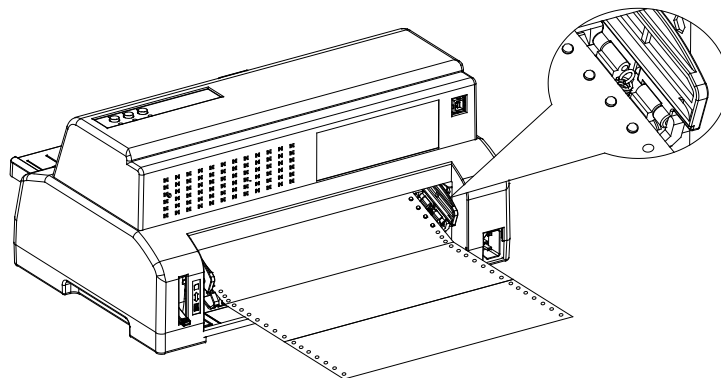

图 3-11 连续纸安装
5. 移动拖纸器上的拖纸器托轨至左右拖纸器的中间位置。如图 3-11 所示。
6. 打开左右拖纸器盖，把连续纸最前面的 3 个孔穿入左右拖纸器齿形带。盖上拖纸器盖。如图 3-11、3-12 所示。